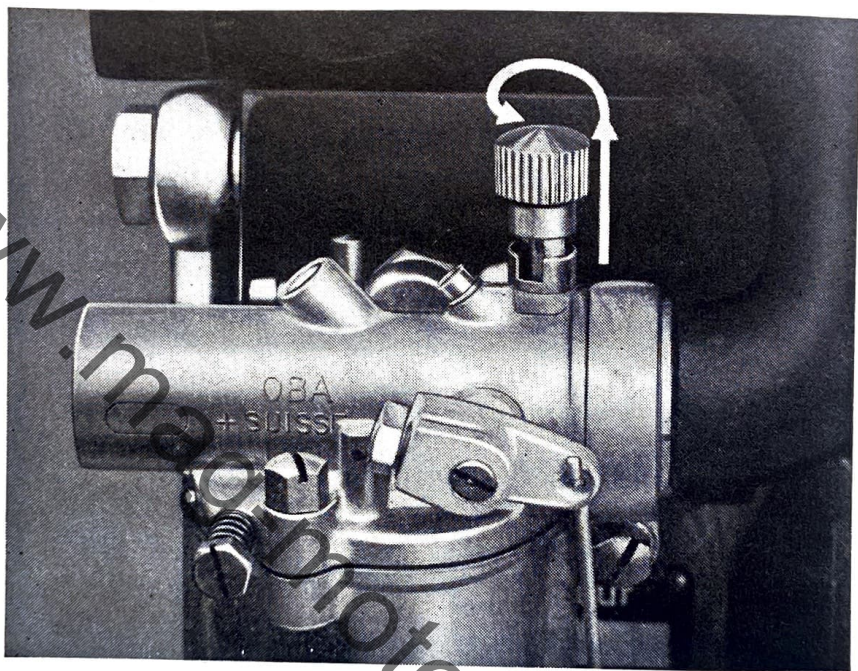

Fig. 3 Starter
- C) Starter am Vergaser öffnen; randrierte Schraube mit Stift aus der Einkerbung hochziehen. (Siehe Bild 3.)